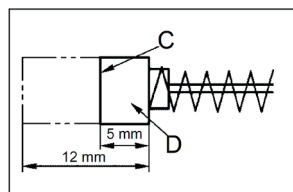

рис. 3
- Систематически контролируйте состояние угольных щеток электрического двигателя (загрязненные или чрезмерно изношенные щетки могут вызвать сильное искрение и уменьшение частоты вращения инструмента, а также выход его из строя). Предельный износ угольных щеток – остаток менее 5 мм (рисунок 3).